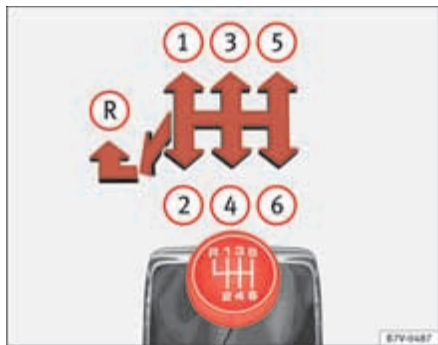

Abb. 129 Schaltschema des 6-Gang-Schaltgetriebes.
Auf dem Schalthebel sind die Positionen der einzelnen Fahrgänge dargestellt ⇒ Abb. 129.
- Schalthebel ganz nach links und dann nach vorn in die Rückwärtsgangposition schieben ⇒ Abb. 129 (R).